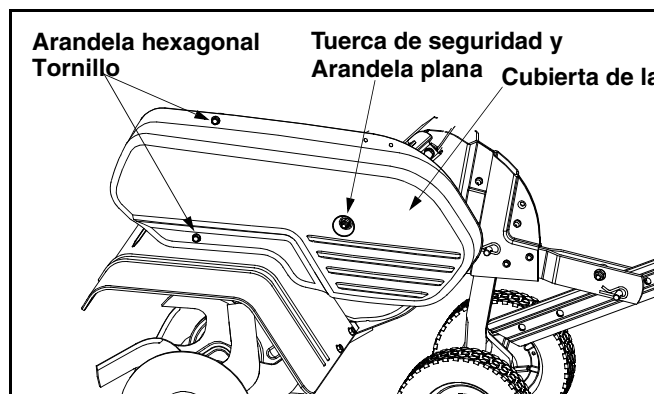

Figura 16
- Extraiga dos tornillos autorroscados y arandelas planas del frente de la cubierta de la correa. Vea la Figura 16.